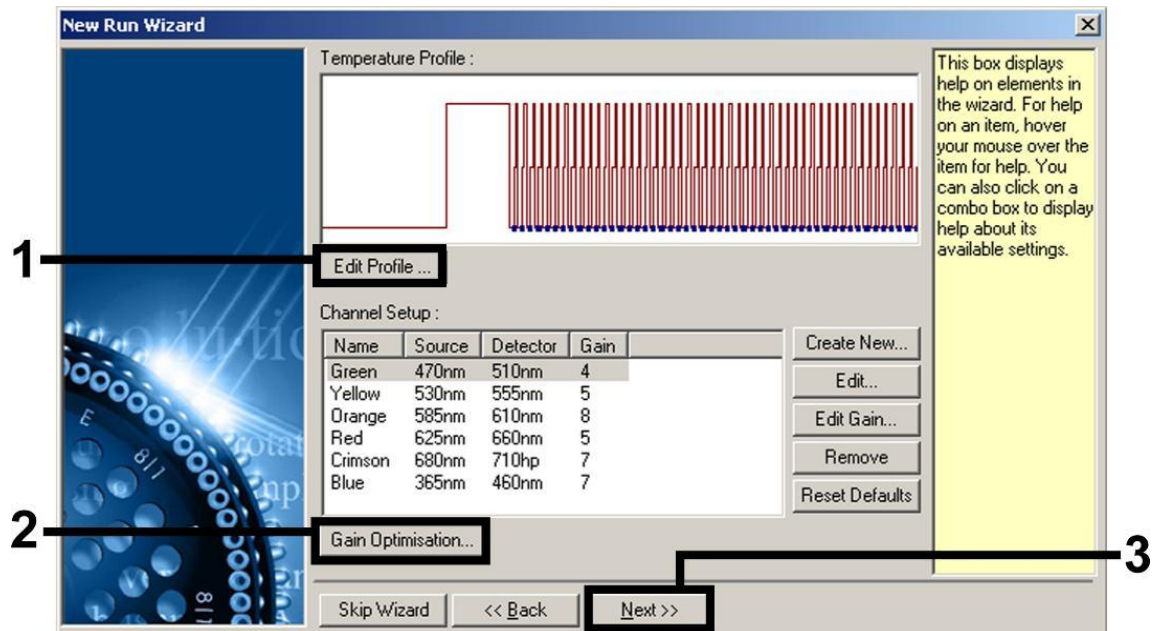

Figura 6. Modifica del profilo.
8. Cliccare sul pulsante "Edit Profile" (Modifica profilo) nella successiva finestra di dialogo "New Run Wizard" (Figura 6) e programmare il profilo termico, come illustrato nelle Figure 6-9.
9. Il range di rilevazione dei canali di fluorescenza deve essere determinato in base all'intensità della fluorescenza nelle provette per PCR. Cliccare "Gain Optimisation" (Ottimizzazione gain) nella finestra "New Run Wizard" (vedere Figura 6) per aprire la finestra di dialogo "Auto-Gain Optimisation Setup" (Setup ottimizzazione auto-gain). Impostare la temperatura di calibrazione su 50 per farla